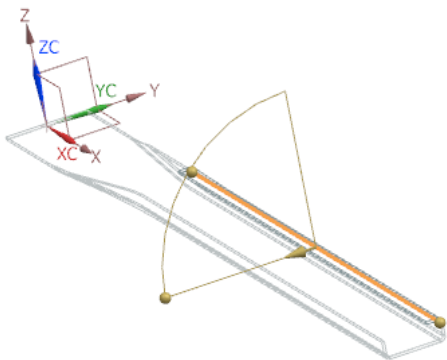

图 10-55 预览弯边
(2) 选择弯边，输入“长度”为 5，“角度”为 90，同时在视图区预览显示所创建的弯边，如图 10-55 所示。